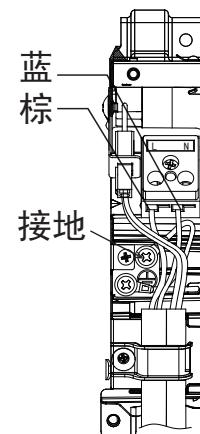

图15
- 将连接电缆如下图将头部弯折，并分别按不同颜色的线牢固的固定到端子台相对应的位置，紧固力矩（5kgf. cm）。（如图15）